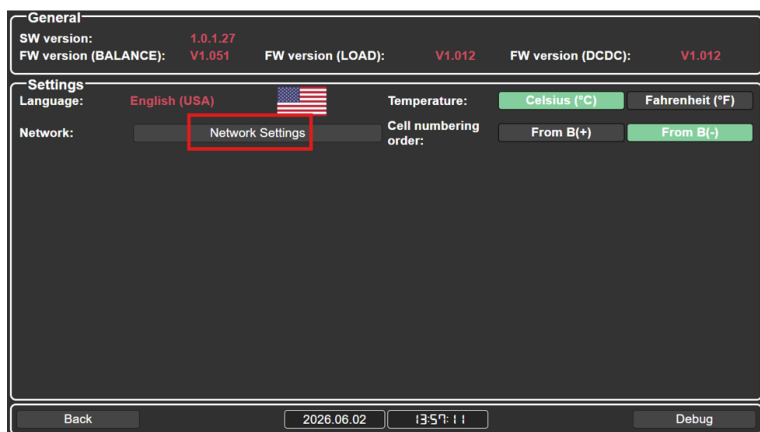

Рисунок 31
2. У вікні, що відкриється, перейдіть до меню **Network Setting** (див. рис. 31).